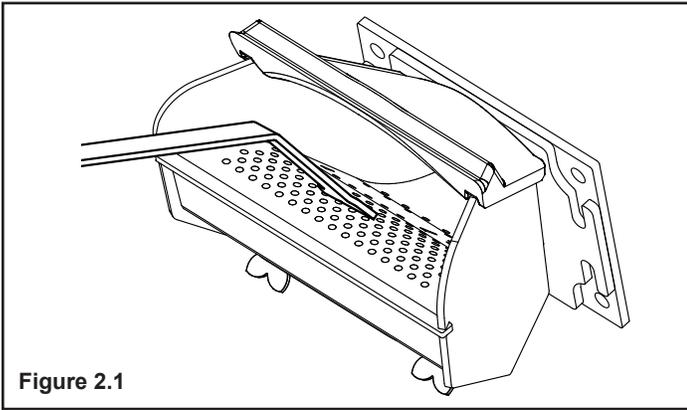

Figure 2.1
- Grattez la grille du haut et les côtés du pot de combustion jusqu'au tube de tarière en bas (Figure 2.1). Il n'est pas nécessaire de le vider complètement. Toutes les matières en excès seront poussées hors du pot lors de la prochaine utilisation.